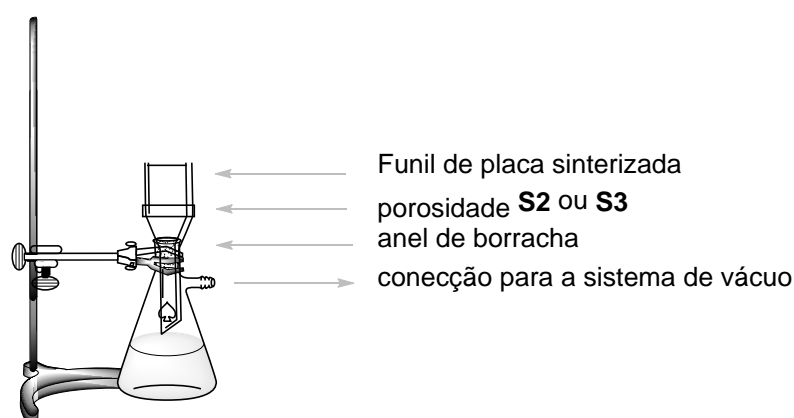

Figura 3. Esquema da montagem para a filtração a vácuo.
2. Monte o sistema de filtração a vácuo (Figura 3) usando o funil de placa sinterizada com porosidade **S2** (etiqueta branca) e prenda-o ao suporte universal com auxílio de uma garra pequena. Conecte o kitasato ao sistema de vácuo. Despeje a suspensão do produto **B** (passo IV.1) para o funil de placa sinterizada, deixe o sólido assentar e abra a válvula de vácuo. *Atenção:* informe o assistente do laboratório antes e depois de mexer na válvula! Lave o sólido 2 vezes com 6 cm³ de água deionizada até que o pH das últimas gotas do filtrado alcancem o valor de aproximadamente 6. Após as lavagens mantenham o vácuo por mais 5 min para permitir uma pré-secagem do composto. Desconecte o sistema de vácuo e com o auxílio da espátula transfira o produto branco B para o frasco de vidro etiquetado **Student code B** e deixe-o aberto em cima da sua bancada para que seque. Descarte o filtrado na pia e lave o kitasato.